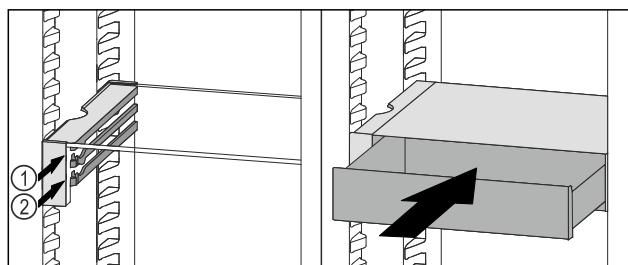

Fig. 106
- Zásuvku VarioSafe nasadte za zarážkami na požadovanom rebre Fig. 106 (1) alebo Fig. 106 (2).